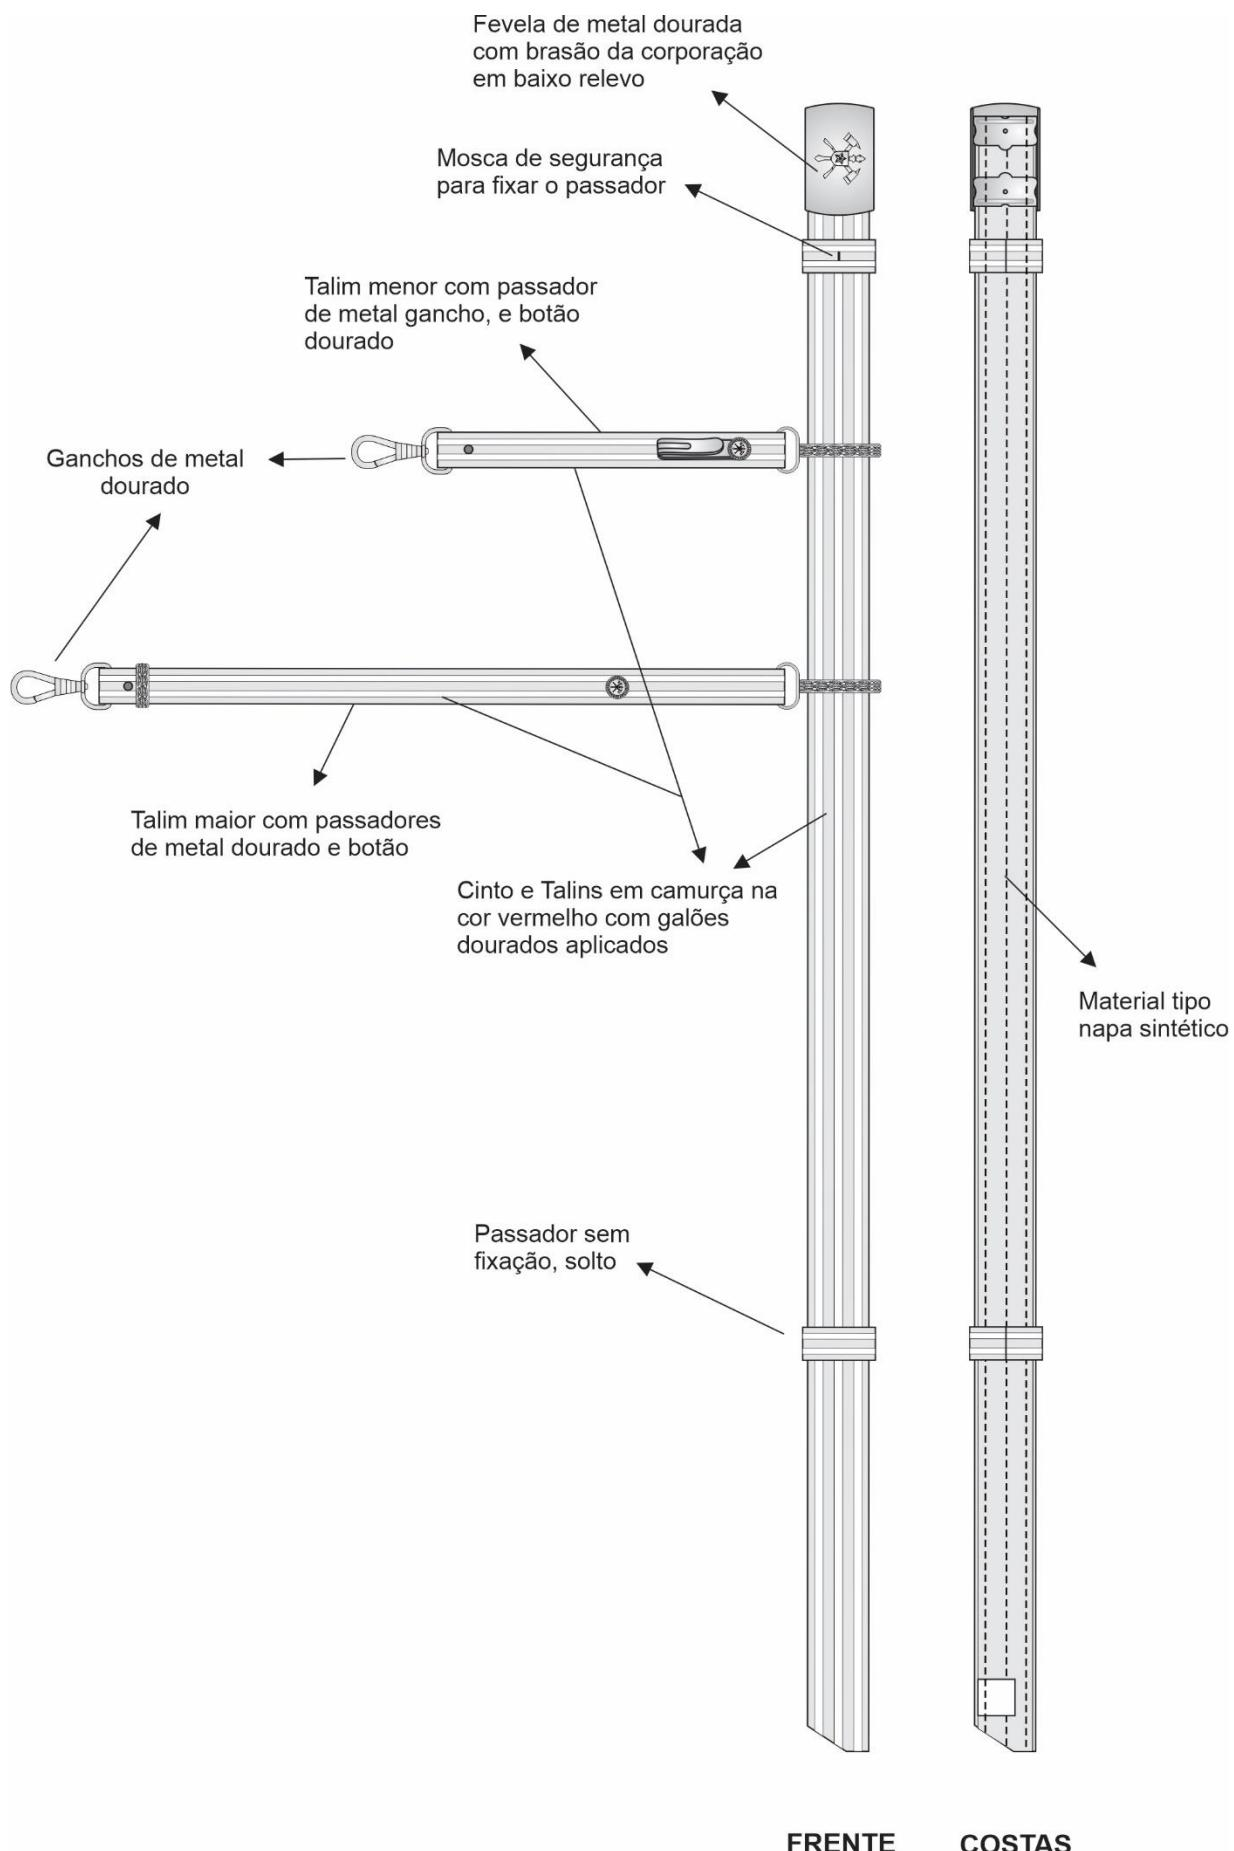

Figura 2 – Detalhes das partes componentes do cinto de gala
4.3.8 Talim maior medindo 38,0 cm de comprimento e 2,0 cm de largura com inserção de 1 rebite tipo botão com o brasão do CBMERJ medindo 1,7 cm de diâmetro e 0,3 cm de espessura, fixado na extremidade superior do talim formando uma alça para pendurá-lo no passador. Possui também um passador pequeno de metal a base de latão e acabamento metalizado na cor dourado com desenhos adamascados (de folhas de oliveiras) em baixo relevo, para arremate do talim, medindo 2,5 cm de comprimento por 0,8 cm de espessura (ver figura 2, 4 e 6);
4.3.9 Talim menor medindo 24,0 cm de comprimento e 2,0 cm de largura com inserção de 1 rebite tipo botão com o brasão do CBMERJ medindo 1,7 cm de diâmetro e 0,3 cm de espessura junto com um pendurador de metal a base de latão com acabamento metalizado na cor dourado, medindo 5,8 cm de comprimento por 1,3 cm de largura, ambos, fixados na extremidade superior do talim formando uma alça para pendurá-lo no passador. (ver figura 2, 4 e 6);
4.3.10 Na extremidade inferior de cada Talim, um rebite convencional medindo 0,7 cm de diâmetro é fixado na parte inferior do talim formando uma alça para pendurar um mosquetão de metal a base de latão e acabamento metalizado na cor dourada, medindo 6,5 cm de comprimento total por 1,9 cm de largura, 5,0 cm de comprimento do mosquetão e uma argola acoplada na base superior medindo 1,5 cm de altura por 3,0 cm de largura. Verso dos talins forrado com material tipo napa sintético na cor vermelho (ver figura 2, 4 e 6);
4.3.11 Etiqueta de identificação e conservação da peça: inserida no verso do cinto, conforme figura 2 do descrito e figuras 7 e 8 do item 4.8.